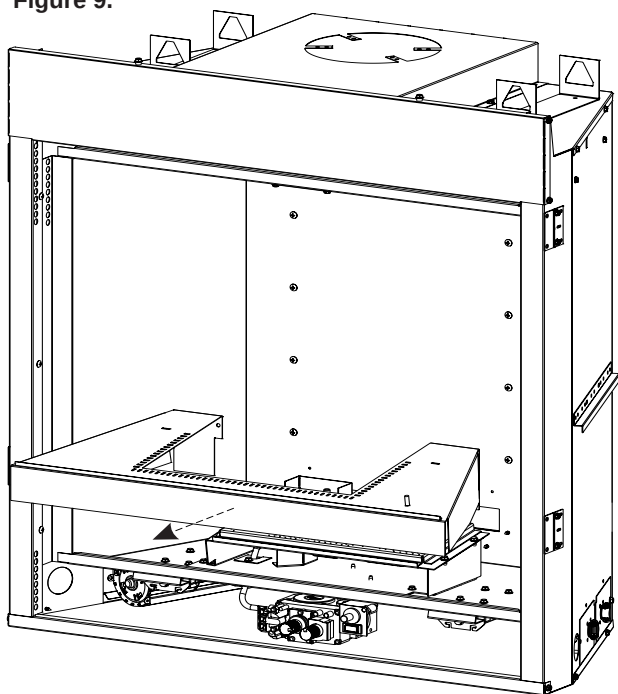

Figure 9
5. Déposer le couvercle du brûleur en le soulevant. **Voir Figure 9.**
17. Remettre en place le couvercle du brûleur déposé à l'étape 5. **Voir Figure 9.**